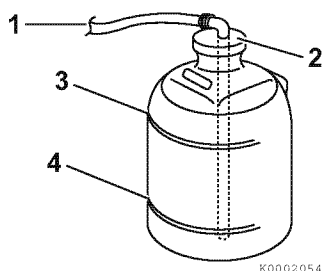

Figura 9
5. Rimuovere il tappo del serbatoio di espansione del liquido di raffreddamento (2, **Figura 9**) e rifornire con la miscela refrigerante fino al limite inferiore (4, **Figura 9**). Rimettere il tappo. Non riempire mai fino al livello superiore (3, **Figura 9**). Capacità del serbatoio di espansione: 0,8 ℓ (1,7 pinte)
6. Controllare il tubo in gomma (1, **Figura 9**) che collega il serbatoio di espansione allo scambiatore di calore. Assicurarsi che sia ben collegato e non vi siano allentamenti o danneggiamenti. In caso di trafilamento di liquido da o in prossimità della tubazione, verrà perso molto liquido.